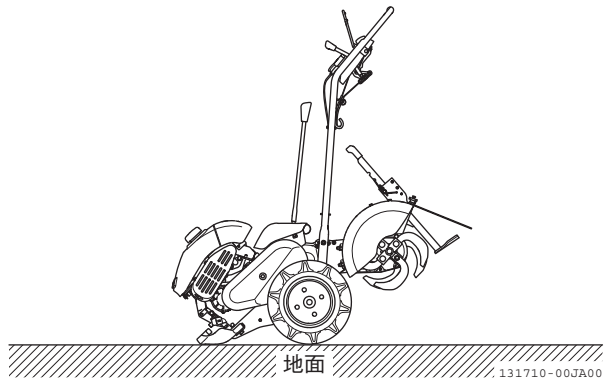

図 4-18
2. ハンドルを持ち上げて、エンジン側を接地させます。（図 4-18）